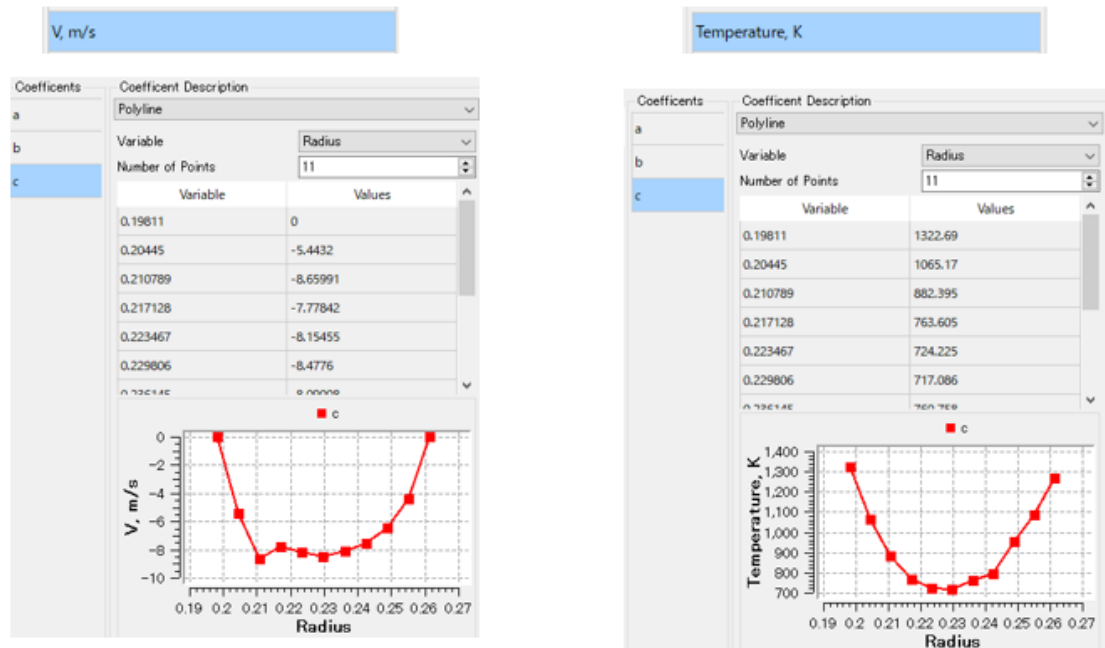

図 14 . Inlet 設定画面 (Basic Module で得られた結果のインポート機能)
- Basic Module で得られた流速/温度のインポート機能の追加 (図 14)